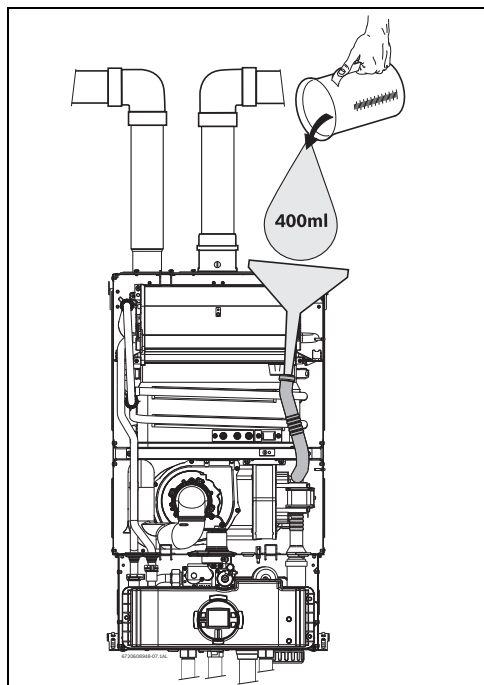

Fig. 30 Llenado del depósito de agua después de la instalación
- Llenar el depósito de aguas condensadas con aproximadamente 400 ml de agua, a través del tubo de condensados. Para evitar daños en el aparato utilice un embudo en la extremidad del tubo, consultar (Fig. 30 ).